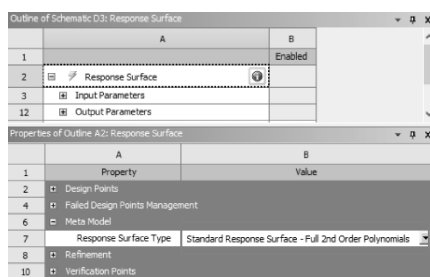

图 12-67 响应面类型设置
(1) 在目标驱动优化中，右键单击响应面【Response Surface】，在弹出的快捷菜单中选择【Refresh】。
(2) 双击【Response Surface】进入响应面环境，在大纲窗口中单击响应面【Response Surface】→【Properties of Schematic D3: Response Surface】→【Meta Model】→【Response Surface Type】= Standard Response Surface-Full 2nd Order Polynomials，Workbench 工具栏中选择升级数据【Update】程序升级计算设计点，如图 12-67 所示。